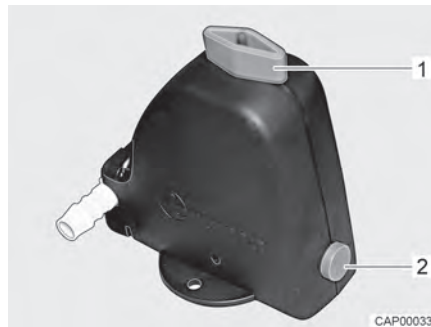
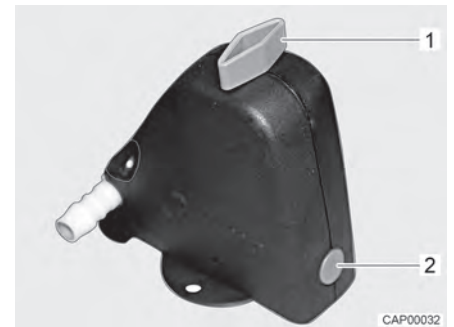

Fig. 105 Válvula de seguridad/purga abierta
Fig. 106 Válvula de seguridad/purga cerrada
- Cerrar la válvula de seguridad/purga. Para ello, girar el botón giratorio (Fig. 105,1) a la posición transversal en referencia a la válvula de seguridad/purga y hundir el botón (Fig. 105,2). La válvula de seguridad/purga cerrada se muestra en Fig. 106. A temperaturas inferiores a 6 °C, la válvula de seguridad/purga no se deja cerrar.